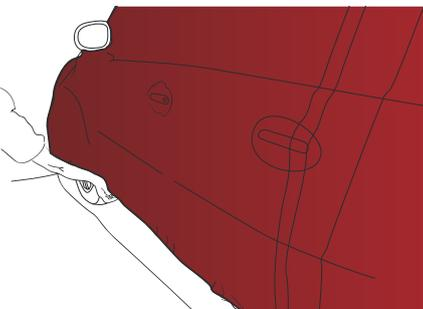

Figure 26
- › Une fois le passage des poignées fait, tendre le film jusqu'au bas de caisse. (FIG. 26)